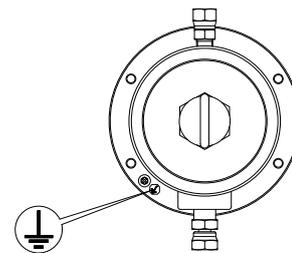

Fig.2.4
- 9) ポンプを設置するときには必ず指定箇所からアースを接続してください。(Fig.2.4)